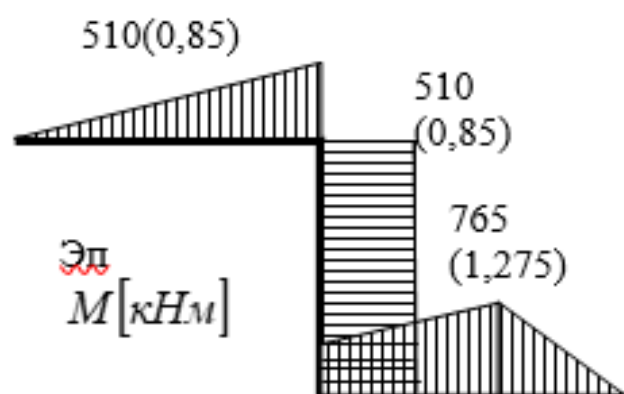

Рис. 10.5
1. Строим эпюры изгибающих моментов от статического действия нагрузки и единичной силы, приложенной в месте удара (рис. 10.5).